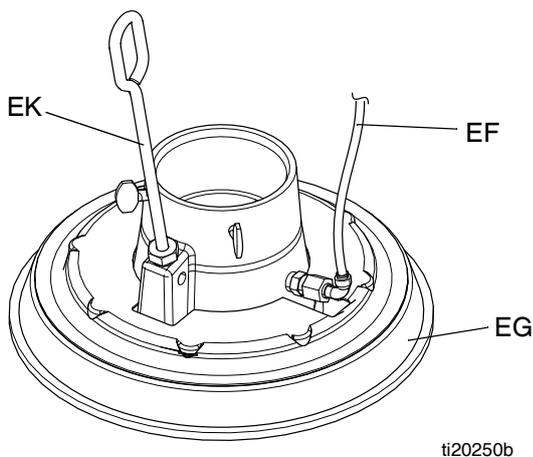

FIG. 10
Voir FIG. 10. Si le plateau ne sort pas facilement du seau quand on soulève la pompe, il est possible que le tuyau d'air comprimé de commande (EF) ou le clapet anti-retour pneumatique ou la tige de purge (J) soit bouché(e). Un clapet anti-retour pneumatique bouché empêche l'air d'arriver en dessous du plateau et donc d'aider à le soulever et le sortir du seau. Si la tige de purge n'a pas été serrée, la pression n'augmentera pas.
1. Exécuter la **Procédure de décompression** à la page 10. Consulter l'éclaté des pièces du plateau à la page 15 et démonter le clapet anti-retour pneumatique (414) comme montré sur la figure.
2. Déboucher et nettoyer le tuyau d'air comprimé de commande (EF) dans le plateau. Nettoyer toutes les pièces du clapet anti-retour pneumatique (414) et les remonter.
3. Enlever la tige de purge (J) du plateau. Pousser la tige de purge au travers des orifices de purge afin d'enlever les restants de produit.